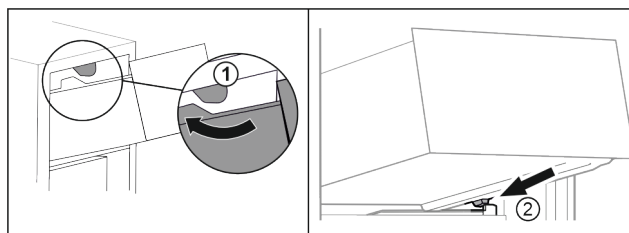

Fig. 83
- ▶ Før skuffen omkring de øverste stop. Fig. 83 (1)
- ▶ Sæt skuffen skråt bag de nederste stop på beholderristen. Fig. 83 (2)